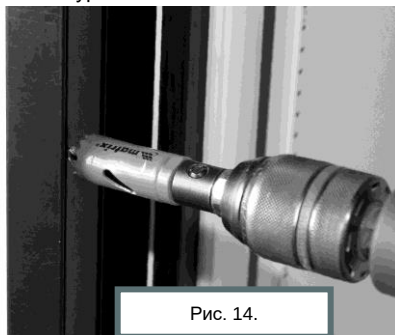

Рис. 14.
4. Фрезой диаметром 22 мм просверлить отверстие для замка Promix-SM131.10 (см. рис. 14).